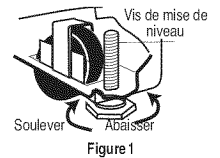

Figure 1
- Si votre réfrigérateur ne possède que des vis de mise de niveau, suivez les étapes de la figure 1.
- Pour soulever ou abaisser l'avant du réfrigérateur, tournez chaque vis dans le sens des aiguilles d'une montre ou dans le sens contraire (figure 1 ou 2).